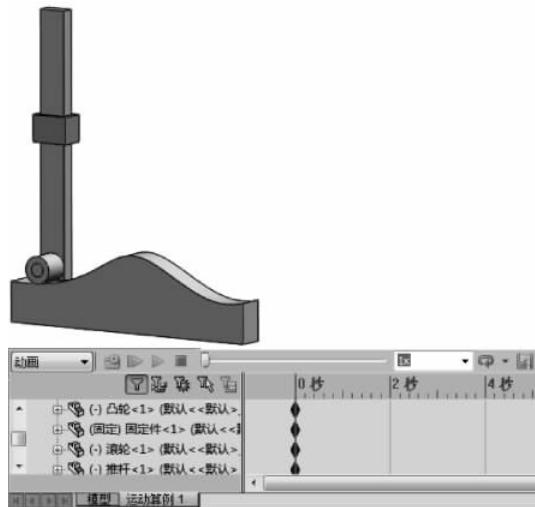

图 3-46 运动开始位置
(2) 当时间线处在 0 秒处,在图形区域中将装配体拖到运动开始的位置,如图 3-46 所示。